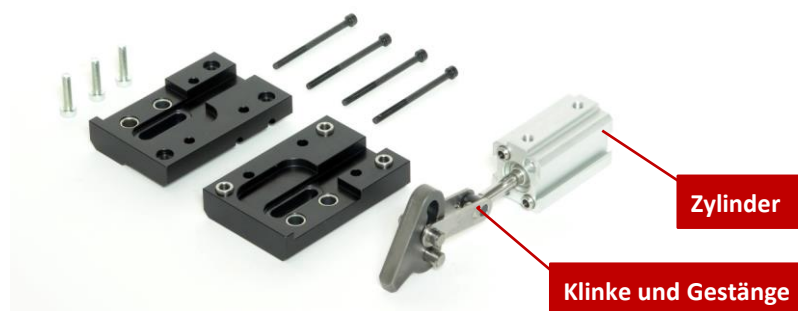

Abb. 25 Darstellung ZA-Klinke mit Zylinder
1. Zylinder (Abb. 25) mit Klinke (Abb. 25) in das Gehäuse einsetzen. Darauf achten, dass die Klinke ausreichend geschmiert ist.
3. Zylinder und Gehäusedeckel mit Schrauben befestigen (Abb. 25).